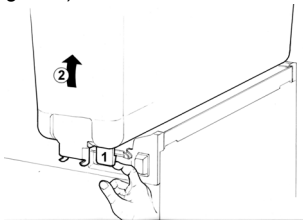

figura 1
- 2 Togliere il contenitore vuoto sollevandolo dal lato rubinetto e sfilandolo dalla guarnizione (vedere figura 1).